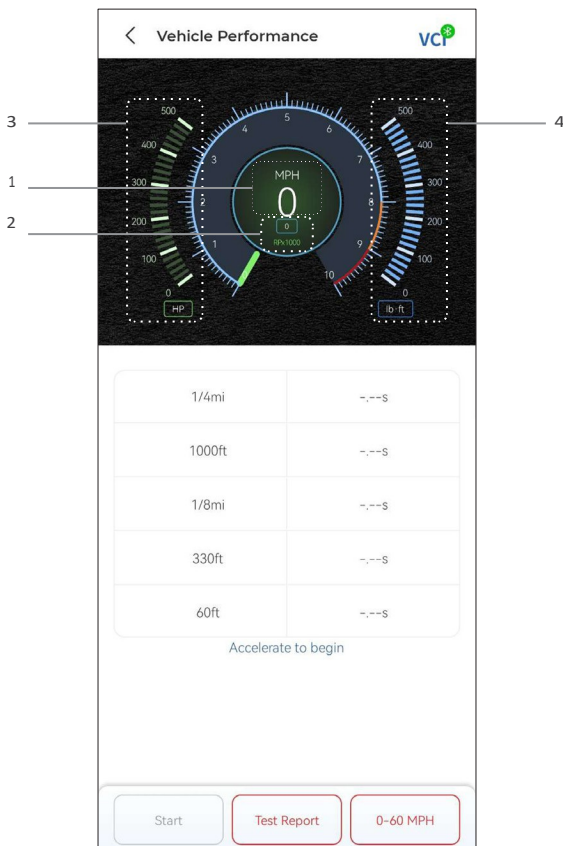

Figura 4-18
**Risultati del test su 1/4 di miglio:** registra il tempo trascorso da un veicolo per percorrere una determinata distanza (60 piedi, 330 piedi, 1/8 di miglio, 1000 piedi, 1/4 di miglio) e la velocità istantanea in ciascun punto (vedere Figura 4-18 e Figura 4-21).